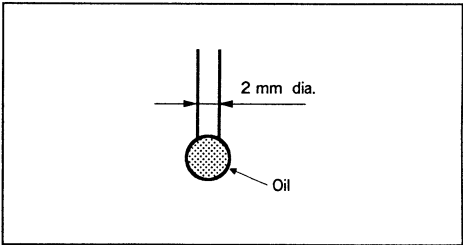

Abb. 2.44
- Ein Tropfen Öl ist ungefähr die Menge an der Spitze eines Stiftes mit 2 mm Durchmesser, wie in der Abbildung gezeigt (siehe Abb. 2.44).